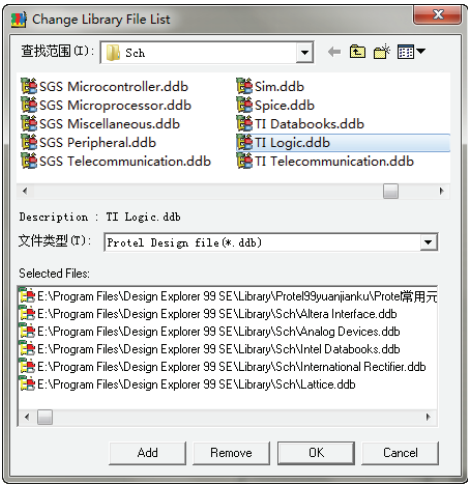

图 2-16 “Change Library File List”对话框
1) 单击设计管理器中的“Browse Sch”选项卡，然后单击“Add/Remove”按钮，弹出如图 2-16 所示的“Change Library File List (改变库文件列表)”对话框。用户也可以选择“Design”→“Add/Remove Library”命令来打开此对话框。
2) 在“Design Explorer 99\Library\Sch”文件夹下选取元器件库文件，然后单击“Add”按钮，此元器件库就会出现在“Selected Files”列表框中，如图 2-16 所示。元器件库文件类型为“*.ddb”文件。